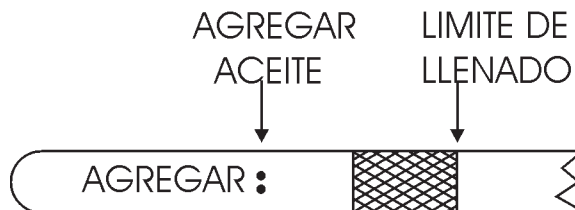

Figura 11. Varilla medidora
4. Si el nivel de aceite es bajo, añada aceite a través del espacio para llenar, **NO** llene de más. Llene al nivel operativo normal, como se muestra en la varilla (Figura 28). Verifique que el nivel de aceite se mantiene entre las dos marcas, como se muestra en la Figura 11. Siempre llene con el tipo de aciete recomendado en la Tabla 6. Refierace a la Tabla 2, para saber la capacidad de aceite el motor.